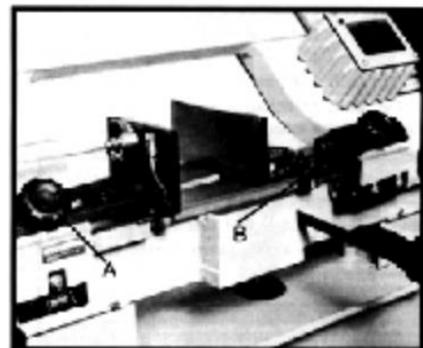

Рис. 6
2. Отпустите зажим (A, Рис. 6) и болт (B). Подвиньте узлы направляющих лезвия как можно ближе к материалу, не прикасаясь к разрезу.
3. Затяните зажим (A) и болт (B) и подключите машину к источнику питания.